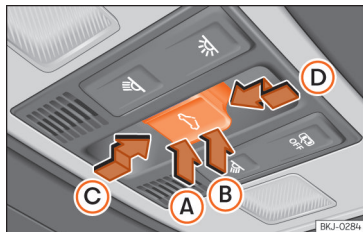

Abb. 61 Im Dachhimmel: Bedienelement für Panorama-Schiebedach.
Der Taster  (Abb. 61) hat zwei Stufen.
• Innerhalb von etwa 5 Sekunden nach der Aktivierung des Einklemmschutzes, drücken Sie die Taste ⇐ »» (Abb. 61) bis zur zweiten Stufe in Pfeilrichtung  bis das Dach vollständig schließt.